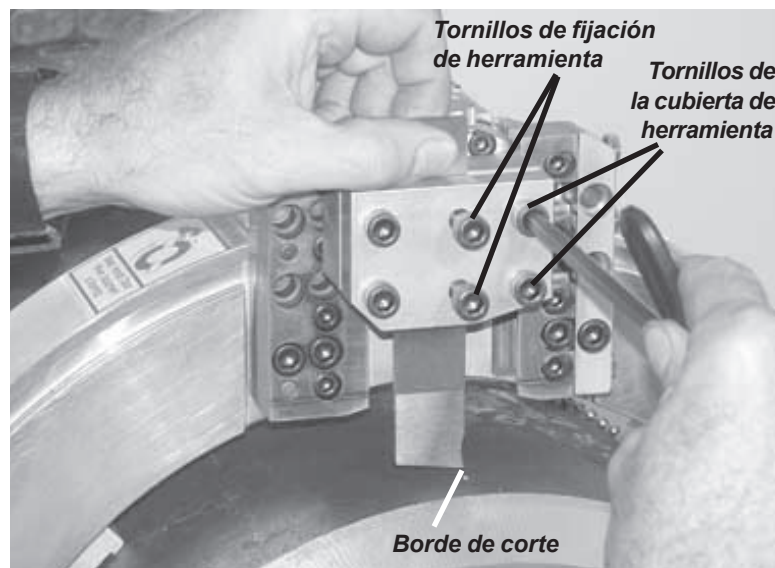

Figura 5-29. Instale la herramienta de tronzado con el borde de corte en la dirección de corte como se muestra.
1. Para instalar las herramientas de tronzado, afloje los 2 tornillos de fijación de herramienta y los 5 tornillos de la cubierta de herramienta. Inserte la herramienta como se muestra en Figura 5-29.